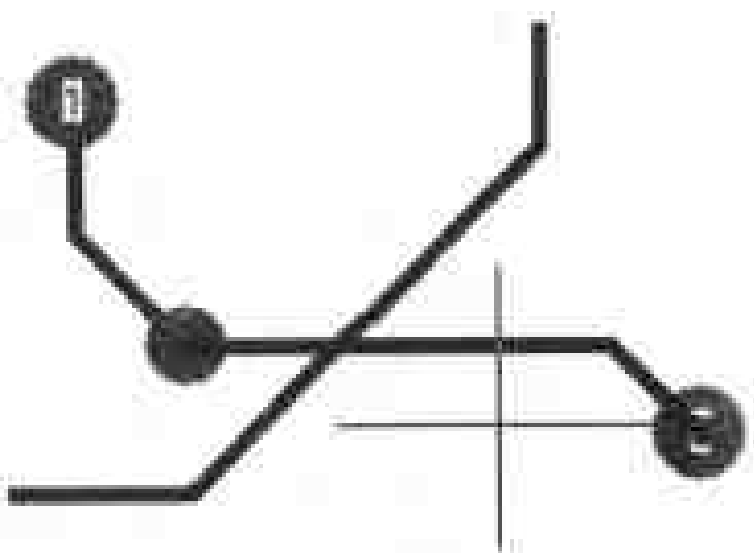

图 5-70 操作完成
5) 退出布线状态。单击鼠标右键，完成整条导线的布置，此时光标还是十字形状，系统还处于布线状态，如图 5-70 所示。接着再单击鼠标右键，系统退出布线状态。